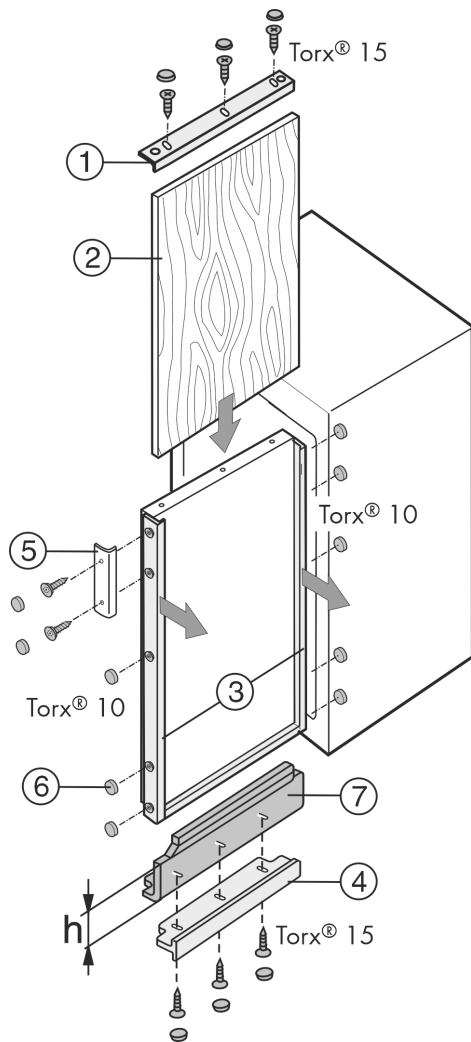

Fig. 42
Quand un panneau décor est déjà disponible, mais que celui-ci est trop petit en hauteur, il peut être adapté avec des bandeaux d'ajustage Fig. 42 (7) de différentes hauteurs.